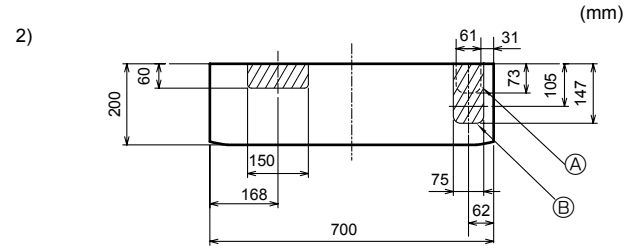

Fig. 3-8
- 2) Verrohrung rechts abwärts oder links abwärts (Fig. 3-8)